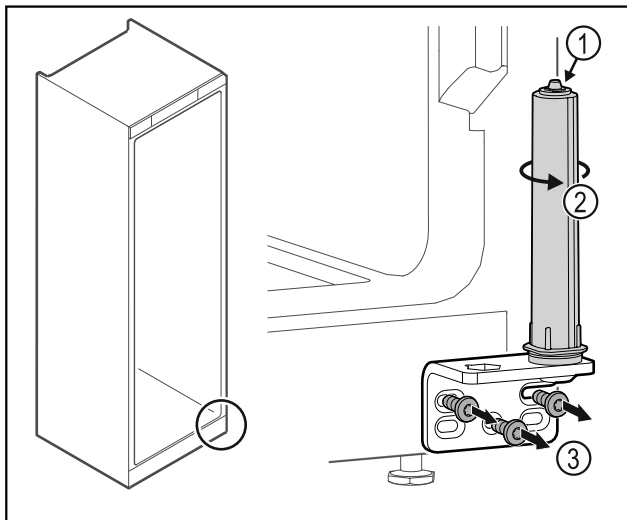

Fig. 32
- ▶ Ne rastavljajte sustav zatvaranja vrata Fig. 32 (1).
- ▶ Okrećite sustav zatvaranja Fig. 32 (2) dok ne klikne.
- ▶ Odvrnite kutne šarke Fig. 32 (3).